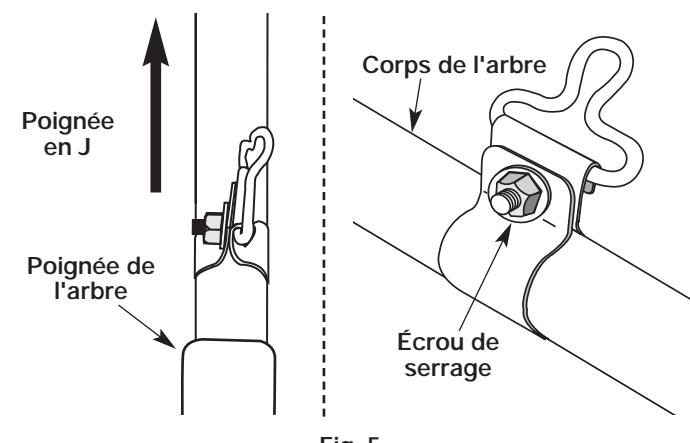

Fig. 5
3. Arrangez le clip de façon à ce qu'il soit proche de la poignée de l'arbre et éloigné de la poignée en J (Fig. 5).